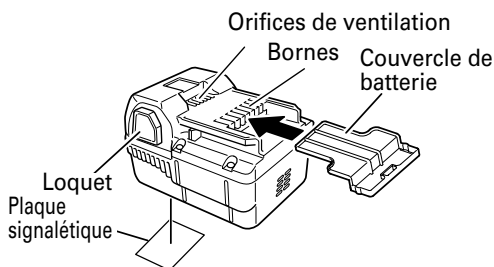

Fig. 1
- **Insérez le bloc de piles dans l'appareil de jardinage jusqu'à ce que les entrées d'air illustrées à la Fig. 1 soient cachées afin d'éviter les courts-circuits.**